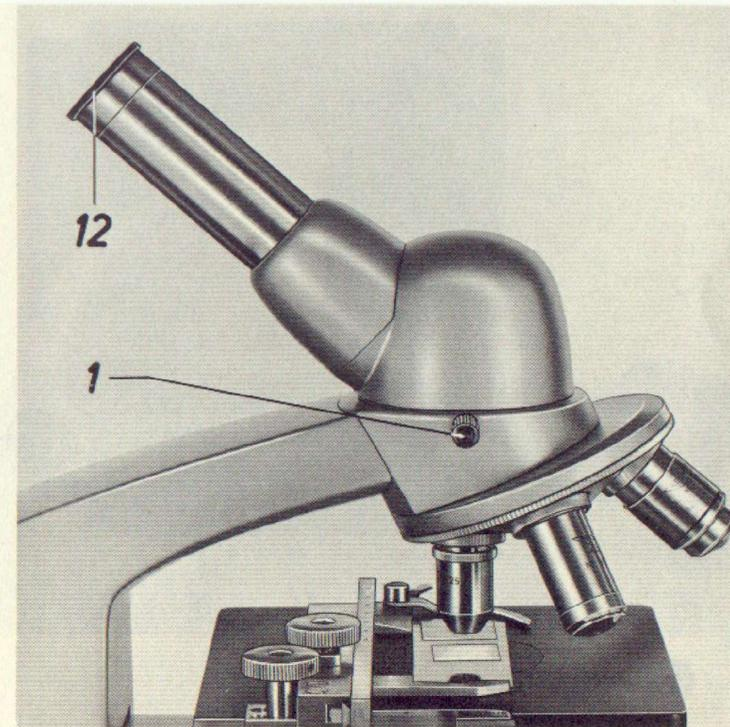

Fig. 3
b) Schräger, monokularer Einblicktubus (Fig. 3)